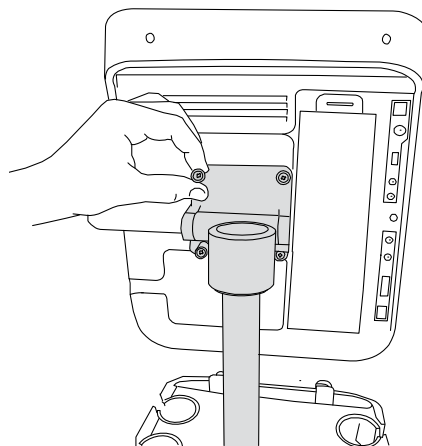

Figure 3 Serrer les vis sur la plaque de fixation
- 3 Serrer la vis aux quatre coins de l'échographe jusqu'à ce que celui-ci soit stable. Si nécessaire, utiliser un tournevis cruciforme. Voir Figure 3.
- 1 Soutenir l'échographe et desserrer la vis aux quatre coins de la plaque de fixation. Si nécessaire, utiliser un tournevis cruciforme. Voir Figure 3.